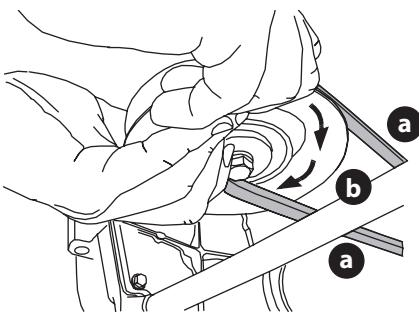

Figure 41
- d. Maintenez la courroie de la prise de force (a) vers le bas et continuez de tourner la poulie de la prise de force (b) jusqu'à ce que la courroie de la prise de force (a) soit complètement dégagée de la poulie de la prise de force (b) (Figure 41).
- Tenez la courroie de la prise de force et la poulie, puis tournez la poulie vers la gauche (Figure 41 on page 106). Continuez à tenir et à tourner la poulie et la courroie de la prise de force jusqu'à ce que la courroie soit complètement enroulée autour de la poulie de la prise de force.